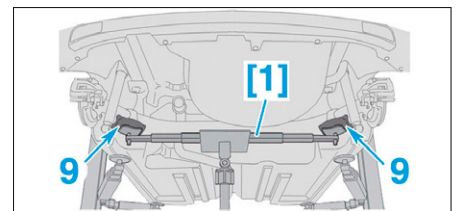

FIG. 45
- Positionner l'outil [1] en appui sous les coupelles de ressort de suspension (9) (Fig.45).